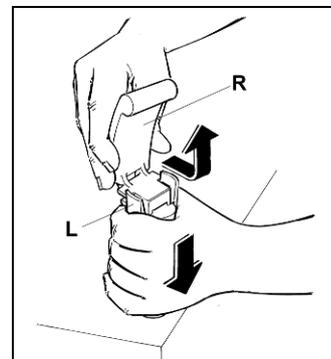

Fig. 4
- Démontez le robinet en maintenant le corps L vers le bas et en retirant le levier R de son emplacement (voir fig.4).